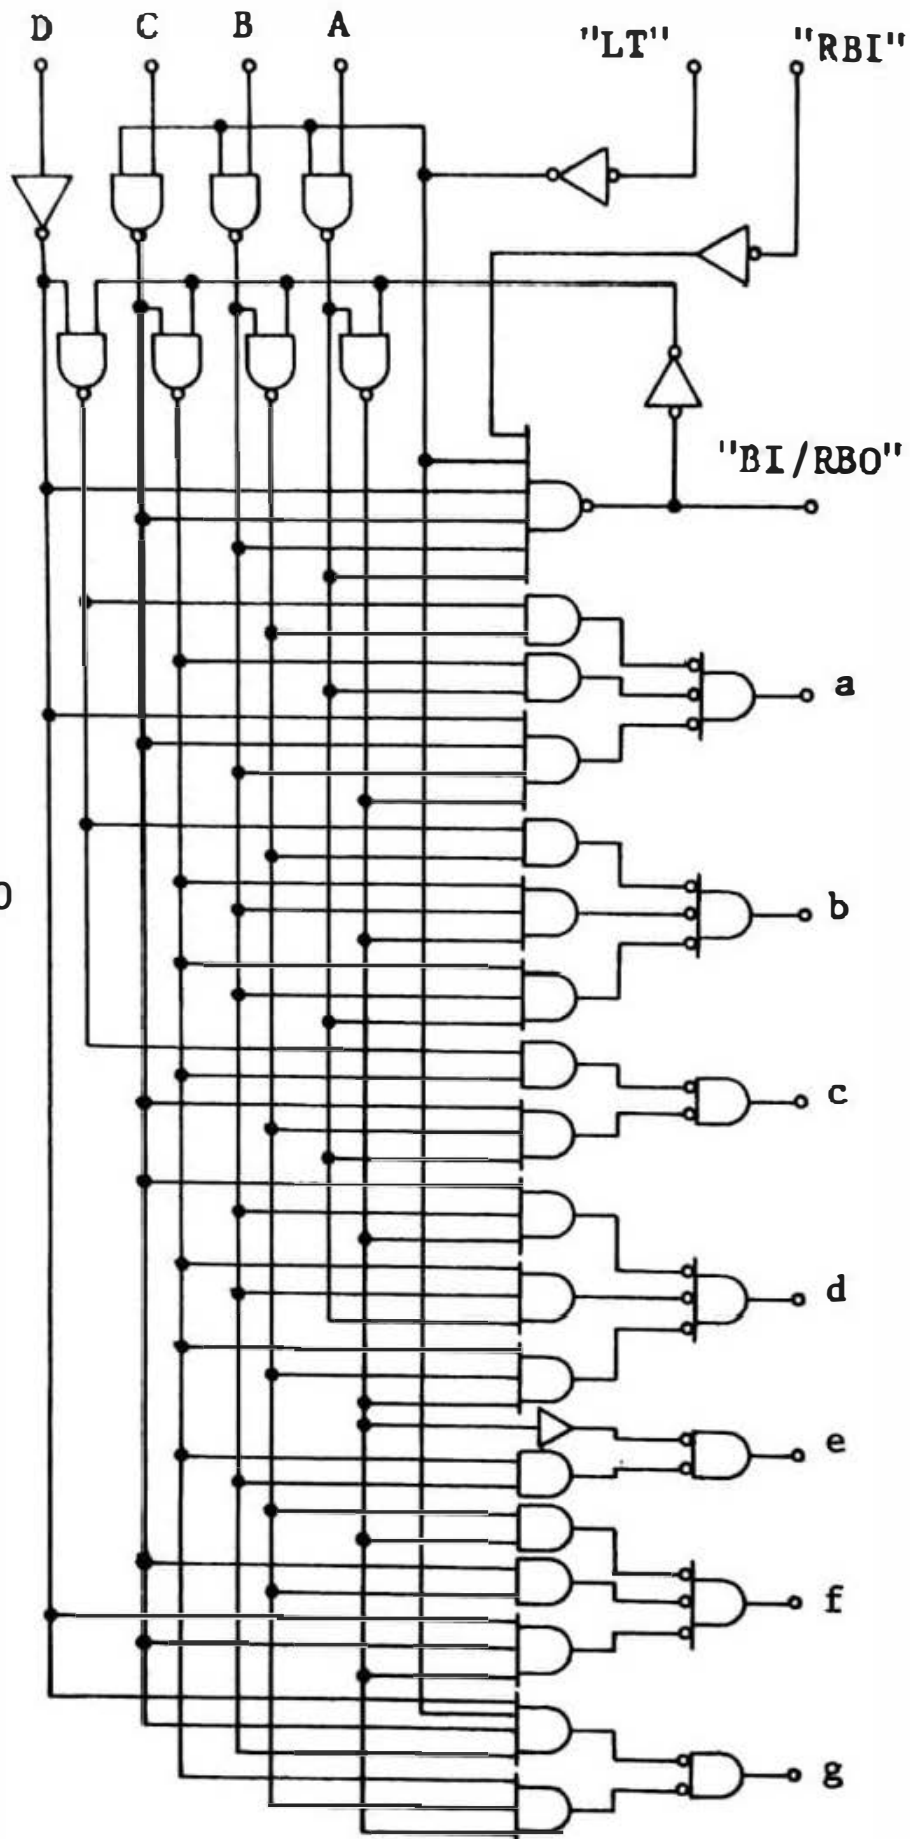

FIGURA 10
Inicialmente, iremos ilustrar o circuito lógico do decodificador 7448 (figura 10).
- 6) Com relação ao circuito da figura 10, se tivéssemos as entradas e os comandos, como ilustra a tabela abaixo, o display exibiria o símbolo:
- 7) Com relação ao circuito da figura 10, se tivermos as entradas e os comandos, como ilustra a tabela abaixo, o display exibirá o símbolo:
8) Com relação ao circuito da figura 10, se tivermos as entradas e os comandos, como ilustra a tabela abaixo, o display exibirá o símbolo:
9) Com relação ao circuito da figura 10, se tivermos as entradas e os comandos, como ilustra a tabela abaixo, o display exibirá o símbolo: